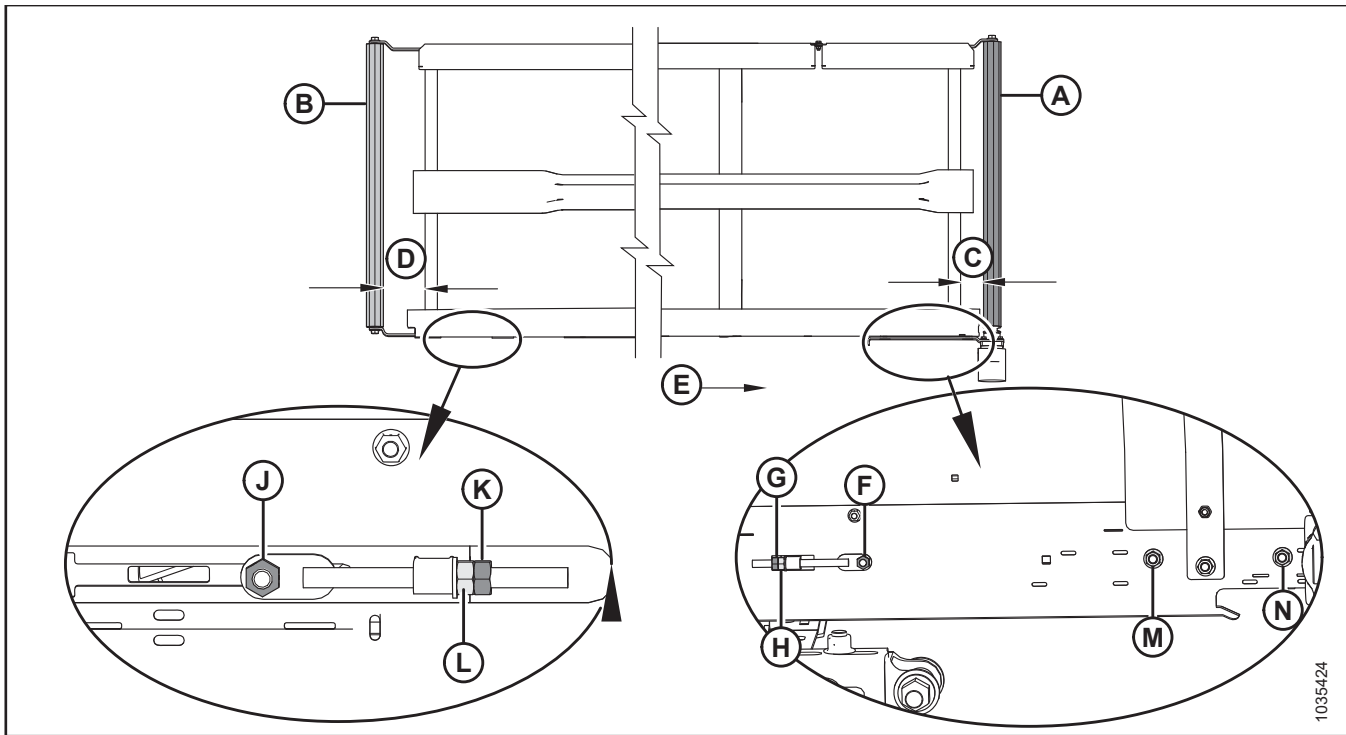

Abbildung 4.233: Einstellung der Seitenband-Spurführung – linkes Seitenband
2. Gehen Sie wie folgt vor, um mit der Antriebsrolle (A) die Einstellung **C** (siehe Tabelle 4.2, Seite 436 und Abbildung 4.233, Seite 436) nachzustellen:
- a. Die Muttern (F), (M) und (N) und Kontermutter (G) lösen.
- b. Stellmutter (H) drehen.
- c. Die Muttern (F), (M) und (N) und Kontermutter (G) anziehen.
3. Gehen Sie wie folgt vor, um mit der Spannrolle (B) die Einstellung **D** (siehe Tabelle 4.2, Seite 436 und Abbildung 4.233, Seite 436) nachzustellen:
- a. Schraubenmutter (J) und Kontermutter (K) lockern.
- b. Stellmutter (L) drehen.